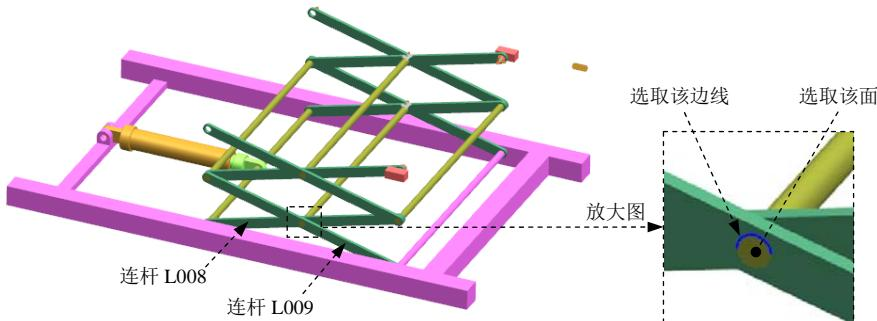

图 10.5.26 定义共线连接 (四)
(1) 定义运动副类型。在“运动副”对话框 **定义** 选项卡的 **类型** 下拉列表中选择  **共线** 选项。
(2) 选择连杆。选取图 10.5.26 所示的连杆 L009。
(3) 定义原点及矢量。在“运动副”对话框的 **指定原点** 下拉列表中选取“圆弧中心” 选项，在模型中选取图 10.5.26 所示的圆弧为定位原点参照；选取图 10.5.26 所示的面作为矢量参考面。
(4) 添加啮合连杆。在“运动副”对话框的基本 区域中选中  **啮合连杆** 复选框，单击 **选择连杆 (0)**，选取图 10.5.26 所示的连杆 L008。
(5) 定义啮合连杆原点及矢量。在“运动副”对话框**基本**区域的指定原点下拉列表中选取“圆弧中心”选项，在模型中选取图 10.5.26 所示的圆弧为定位原点参照；选取图 10.5.26 所示的面作为矢量参考面。
(6) 单击**应用**按钮，完成第十八个运动副的添加。